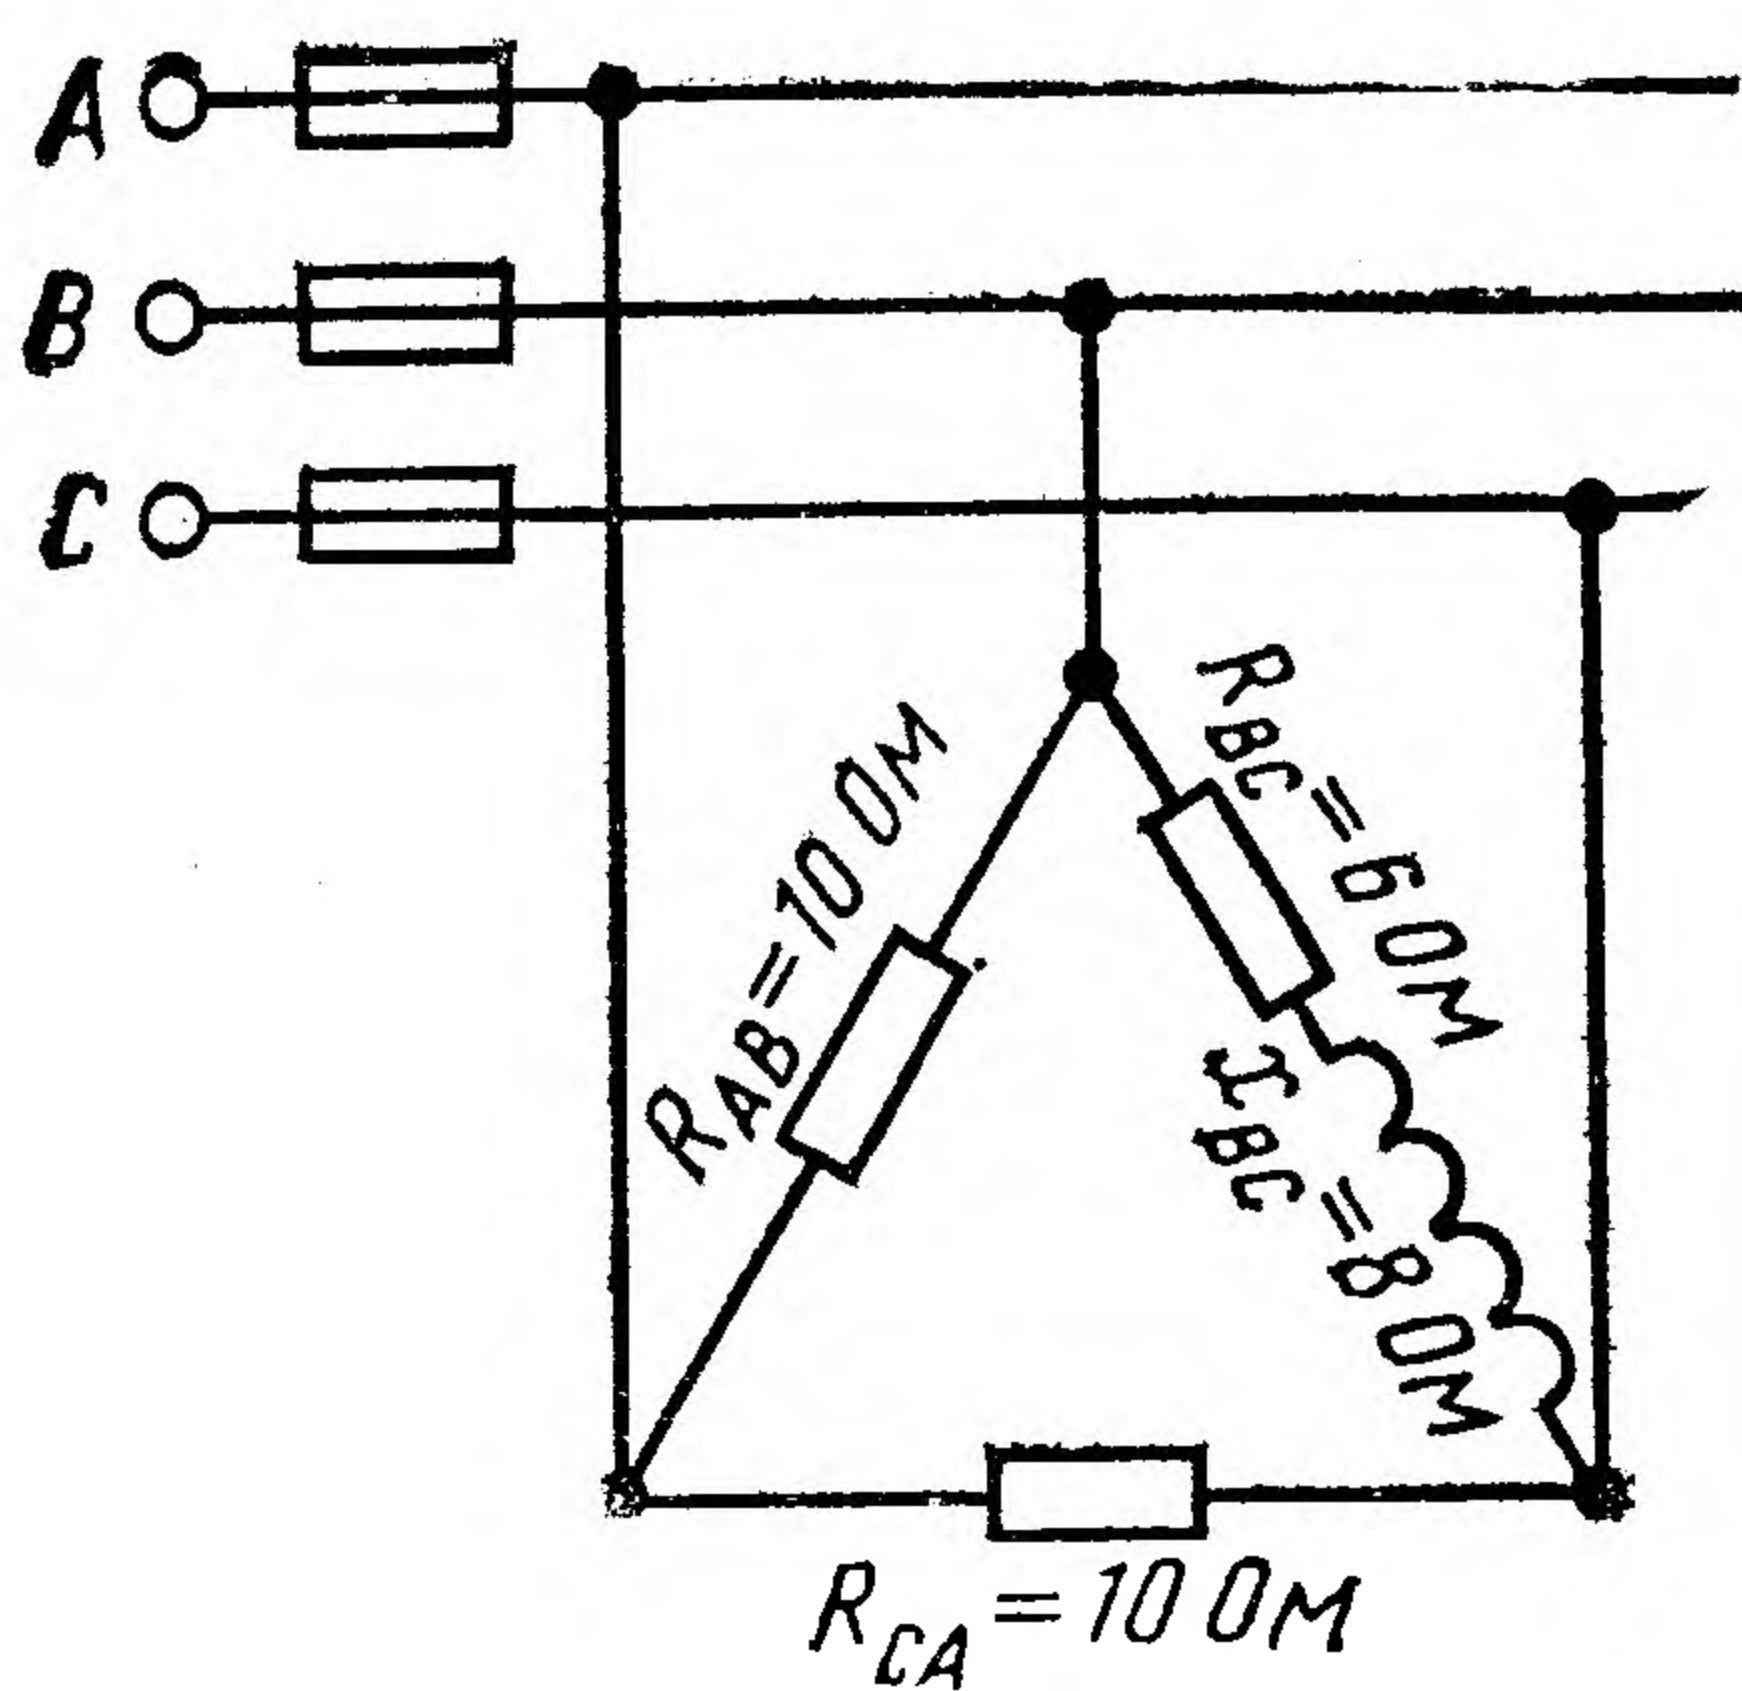

Рис. 78
**Задача 14.** В трехфазную трехпроводную сеть с линейным напряжением  $U_{\text{ном}}$  включили треугольником разные по характеру сопротивления (рис. 78—87). Определить фазные токи и начертить в масштабе векторную диаграмму цепи. Из векторной диаграммы определить числовые значения линейных токов. Данные для своего варианта взять из табл. 16.